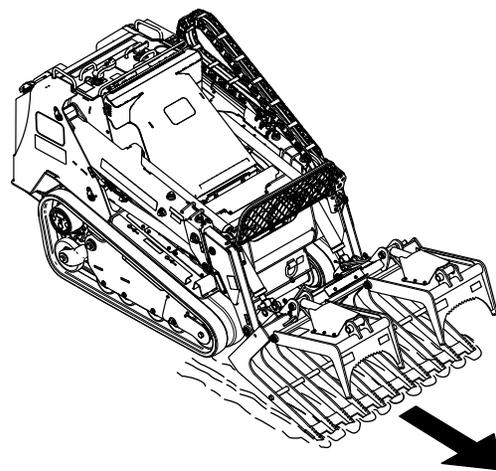

Рисунок 5
1. Чтобы копать или сгребать нижней челюстью, откройте челюсти и опустите зубья нижней челюсти в землю (Рисунок 5).